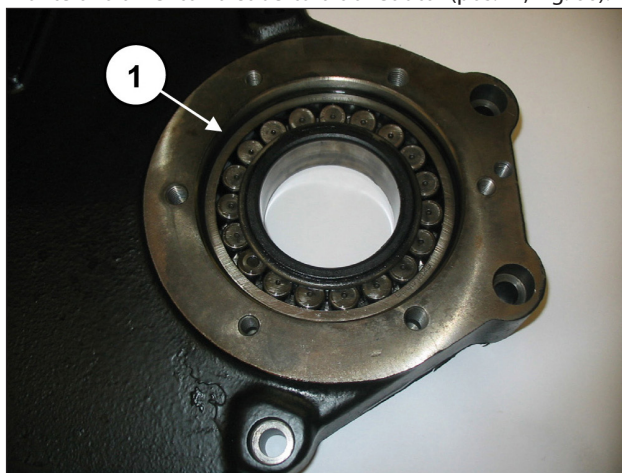

Fig. 66
Monte o rolamento na cobertura do redutor (pos. ①, Fig. 66).